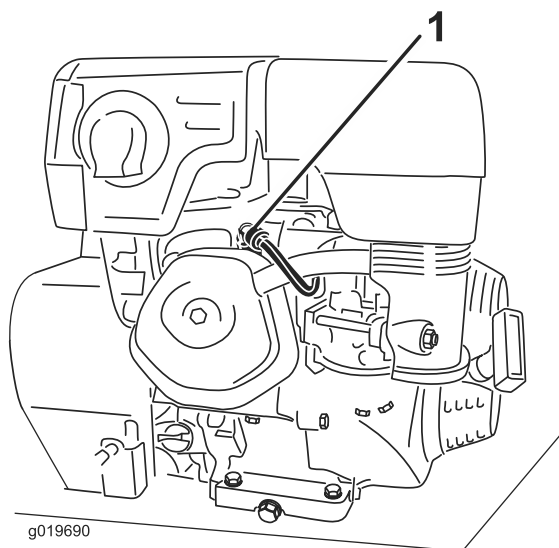

Figure 17
- La poignée bouge automatiquement vers l'avant et la machine se met à avancer (Figure 17).
- Tirez la poignée en arrière pour faire reculer la machine (Figure 17).